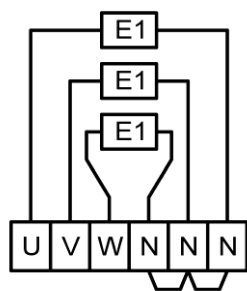

Fig.4
- Anschlusskabel durch die Zugentlastung einführen und nach Schaltplan (siehe Fig.4) anschließen.